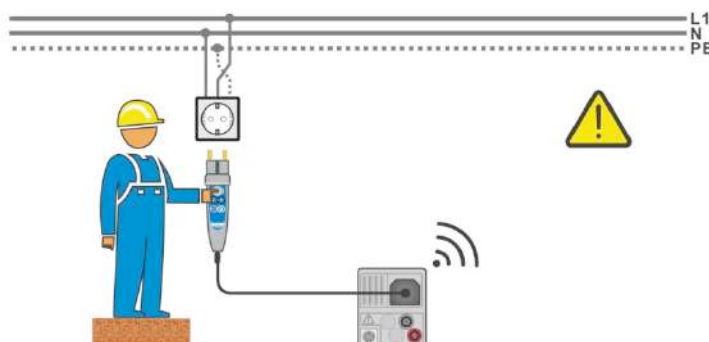
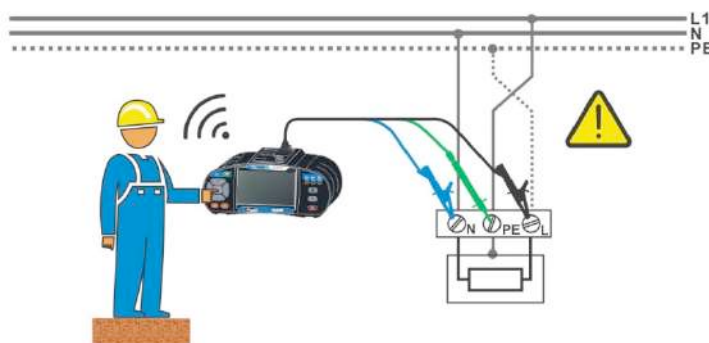

Рисунок 1.1: Перепутаны провода фазы и защитного заземления (L и PE) (щуп-вилка типа plug commander)
Рисунок 1.2: Перепутаны проводники фазы и защитного заземления (L и PE) (подключение 3-проводного измерительного кабеля)
- › Подключите измерительные провода к испытываемому объекту, см. **Рисунок 1.1: Перепутаны провода фазы и защитного заземления (L и PE) (щуп-вилка типа plug commander)** и **Рисунок 1.2: Перепутаны проводники фазы и защитного заземления (L и PE) (подключение 3-проводного измерительного кабеля)**.